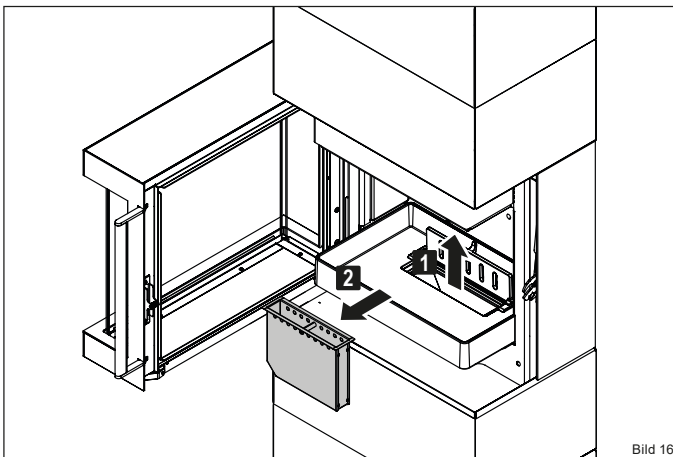

Bild 16
- ▶ Ziehen Sie den Aschebehälter am Griff aus der Öffnung heraus (Bild 16).
- ▶ **Ziehen Sie den Aschebehälter am Griff aus der Öffnung heraus (Bild 16).**